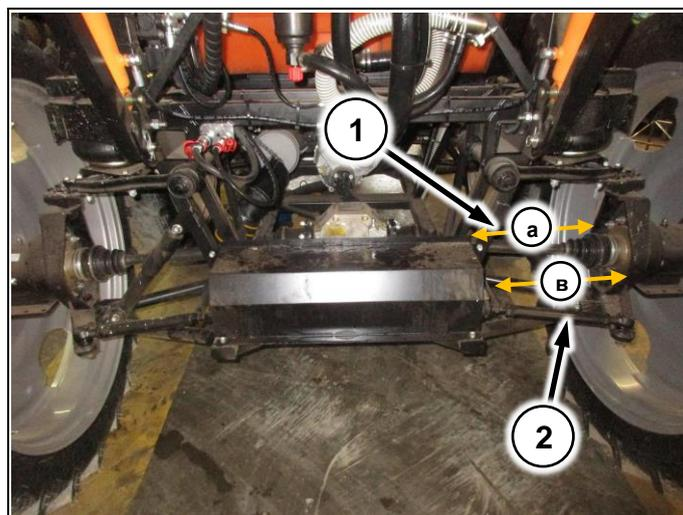

Рис. 60
2. Замерьте расстояние от нижнего профиля рамы до края редуктора, как показано на рисунке (а и в) (Рис. 60/1)
3. Вращая рулевую тягу (Рис. 60/2) добейтесь одинакового положения редуктора относительно рамы ($a=v$)